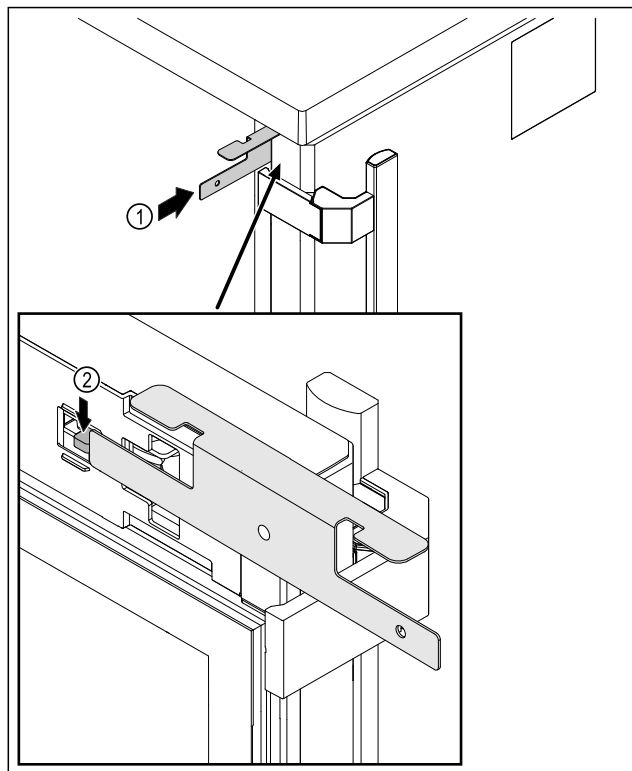

Fig. 218
- Työnnä hätäavausavain Fig. 218 (1) oven ja laitteen rungon väliin.
- Paina lukituskoukkaa Fig. 218 (2) saranan suuntaan.